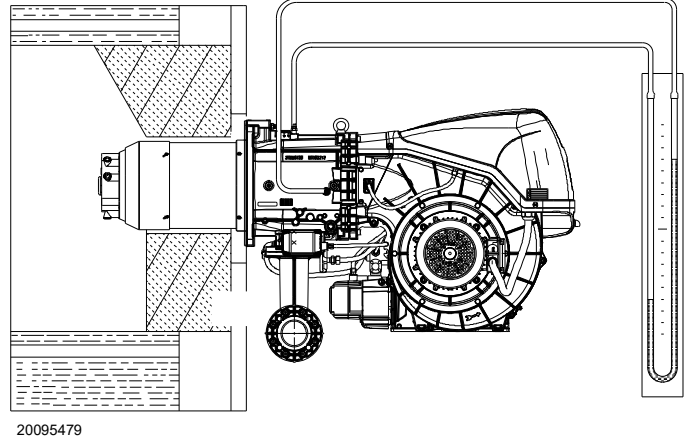

Abb. 29
- Ein U-Rohr-Manometer oder einen Differenzdruckmesser (Abb. 29) mit Anschluss (+) am Gasdruck der Muffe und (-) in der Brennkammer montieren.
Das U-Rohr-Manometer (Abb. 29) zeigt den Gaseintritt an der Muffe an.